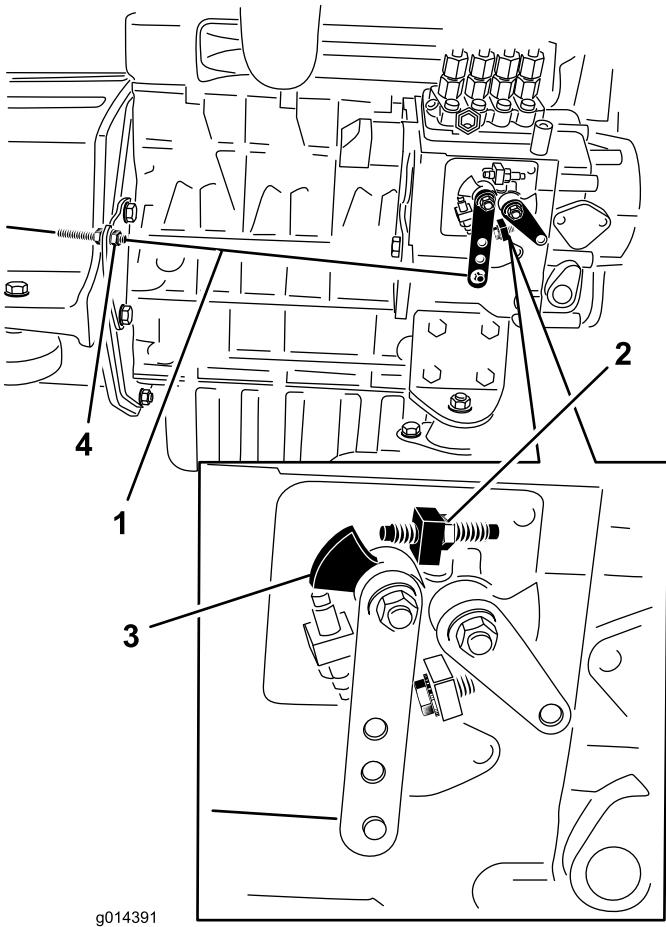

Figura 35
2. Verifique a posição da alavanca de controlo de velocidade na bomba de injeção de combustível do motor. A alavanca de controlo de velocidade deve estar em contacto com o parafuso de alta velocidade quando a alavanca de controlo do acelerador está na posição FAST (detenção) (Figura 35).
3. Se necessário, a posição das porcas de bloqueio do cabo de controlo do acelerador podem ser ajustadas até que a alavanca de controlo da velocidade entre em contacto com o parafuso de alta velocidade quando a alavanca de controlo do acelerador estiver em FAST (detenção) (Figura 35). **Não ajuste o parafuso de afinação de altura na alavanca de controlo da velocidade.**